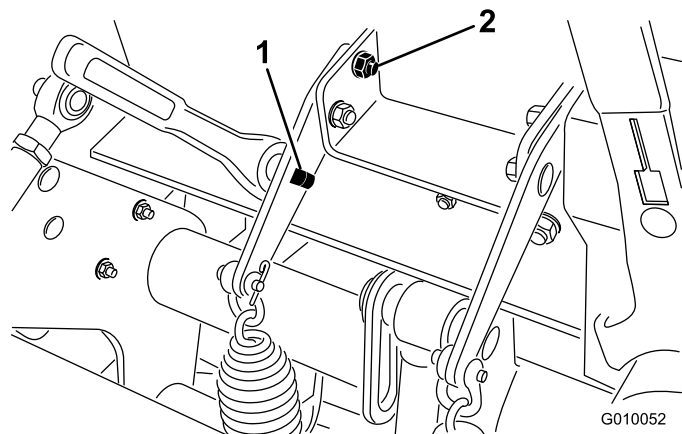

Figure 38
2. Insérez un manche à rochet de 1/2 pouce ou une barre de levier dans le trou carré du support de ressort (Figure 38).